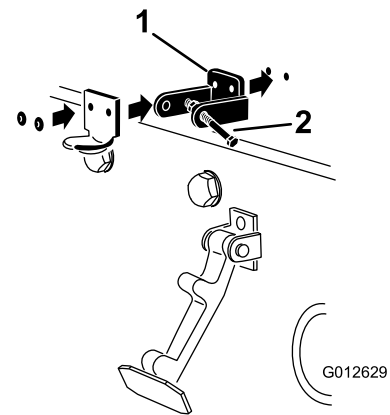

Bild 8
5. Nieten Sie die Halterungen und Scheiben an die Haube (Bild 8).
3. Fluchten Sie die Befestigungslöcher aus und positionieren Sie gleichzeitig die Halterung des CE-Riegels und des Motorhaubenriegels auf der Motorhaube. Die Riegelhalterung muss an der Haube anliegen (Bild 8). Nehmen Sie die Schraube und Mutter nicht vom Halterungsarm für den Riegel ab.